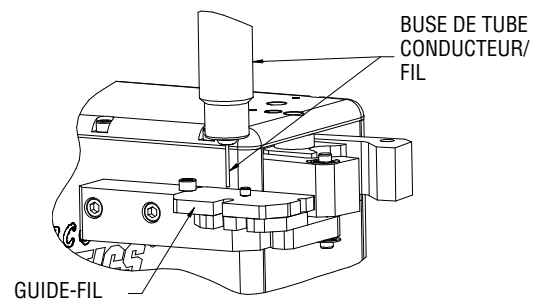

Figure 6: Tube Conducteur/Fil et Dispositif de Coupe de Fil
7. Positionner le bras robotisé portant le tube conducteur juste au-dessus du dispositif de coupe de fil. Lorsque le positionnement est correct, le fil se trouve au milieu du guide-fil du dispositif de coupe de fil. Voir la Figure 6.